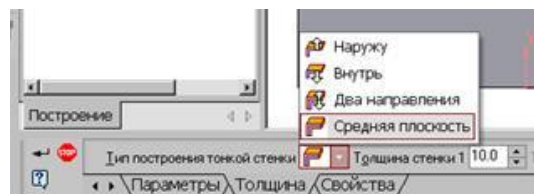

Рисунок 57 Выбор толщины ребра
5. Для построения ребер жесткости служит кнопка  Ребро жесткости. На панели свойств команды (рис.57) закладка Толщина позволяет выбрать Толщину ребра жесткости. Закладка Параметры позволяет определить: